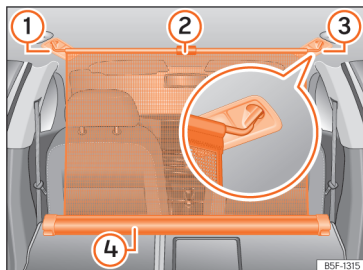

Abb. 186 Im Gepäckraum: eingehängte Netztrennwand bei vorgeklappter Rücksitzlehne.
- Ziehen Sie die Lasche »» [Abb. 186] ② nach oben, um das Netz aus dem Einsatz ④ zu nehmen.
- Hängen Sie das Trennnetz an der rechten oder linken Seite »» [Abb. 186] ③ (vergrößerte Darstellung) ein.
- Hängen Sie das Trennnetz an der Aufnahme der anderen Seite »» [Abb. 186] ① ein, indem Sie an der Stange ziehen.
Das Trennnetz ist richtig montiert, wenn die T-förmigen Enden sicher in den entsprechenden Aufnahmen »» [Abb. 186] ③ und ① eingehängt sind.
- Rollen Sie das Trennnetz in den Einsatz »» [Abb. 186] ④ ein, indem Sie es mit der Hand nach unten ziehen.